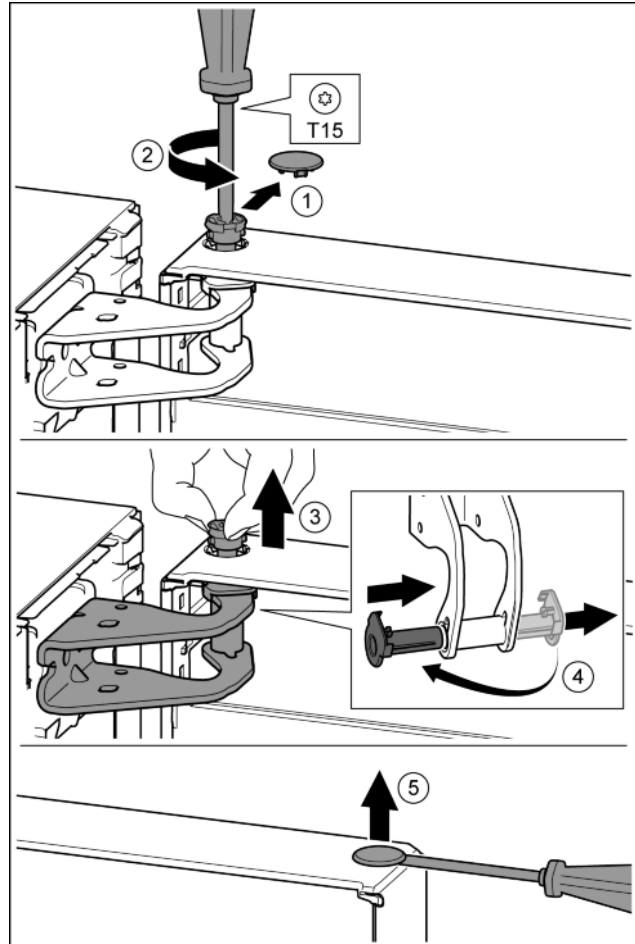

Fig. 10
- ▶ Осторожно снять предохранительную крышку. Fig. 10 (1)
- ▶ Немного выкрутить палец отверткой Т15. Fig. 10 (2)
- ▶ Удерживать дверь и вытянуть палец рукой. Fig. 10 (3)
- ▶ Опорную втулку вывести из направляющей. Установить и зафиксировать с другой стороны. Fig. 10 (4)
- ▶ Осторожно приподнять шлицевой отверткой заглушку из опорной втулки двери и вынуть. Fig. 10 (5)